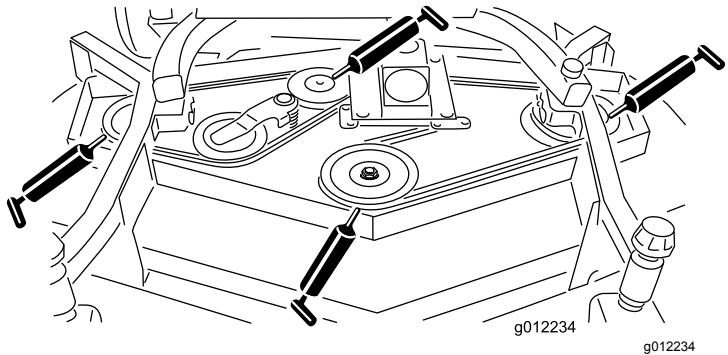

Figura 16
- Cuscinetti dell'asse della leva di rinvio (Figura 16)
- Cuscinetti (3) dell'asse del mandrino (situati sotto la puleggia) (Figura 16)